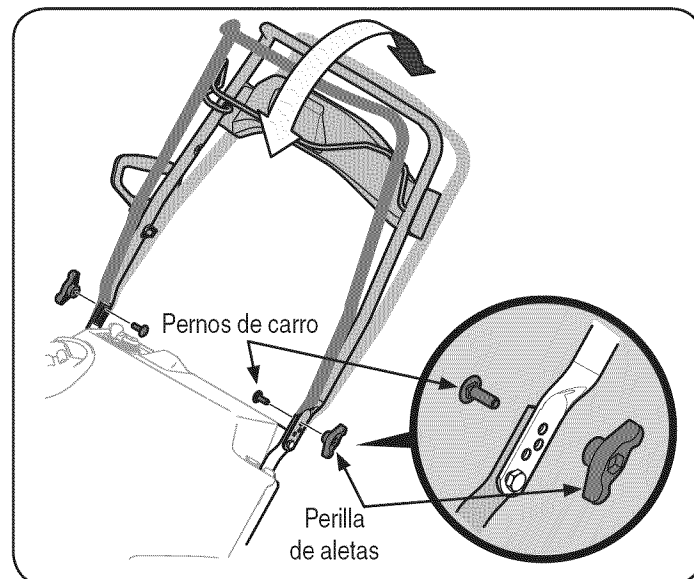

Figura 3
6. La manija se puede ajustar en tres posiciones diferentes. Ubique la manija en la posición deseada y luego instale las perillas de aletas y los pernos de carro en el orificio adecuado y sujete la manija. Vea la Figura 3.